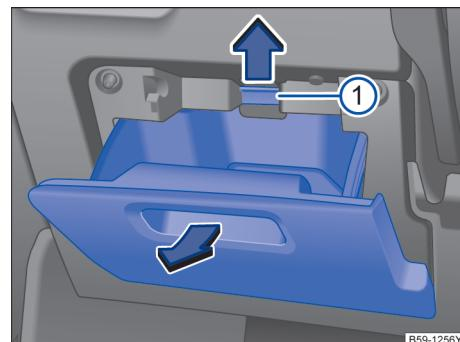

图 206 在驾驶员侧仪表板上：保险丝盒盖板
- 打开驾驶员侧储物盒→图 206。
- 沿箭头方向向上按压定位凸缘 ①，同时将储物箱进一步打开并取下，直至可够到保险丝座。